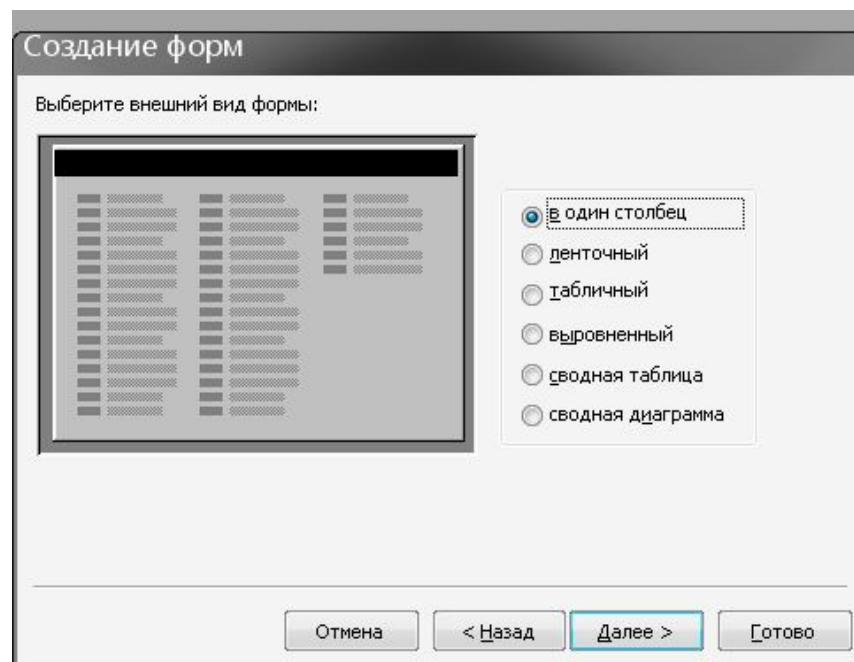

Рис. 2.13 – Вікно вибору зовнішнього виду форми
3. У вікні, що з'явилося (рис. 2.13), необхідно вибрати зовнішній вигляд форми і натиснути кнопку **Далее**.